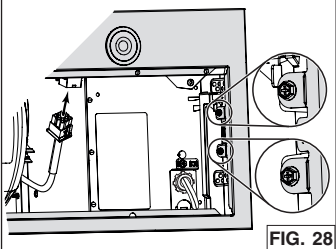

FIG. 28
6. Réinstaller le châssis sur la hotte et le fixer à la hotte à l'aide des 4 vis de retenue (deux par côté, enclouées dans la FIG. 28). Brancher le câble du ventilateur à son connecteur situé sur le châssis.